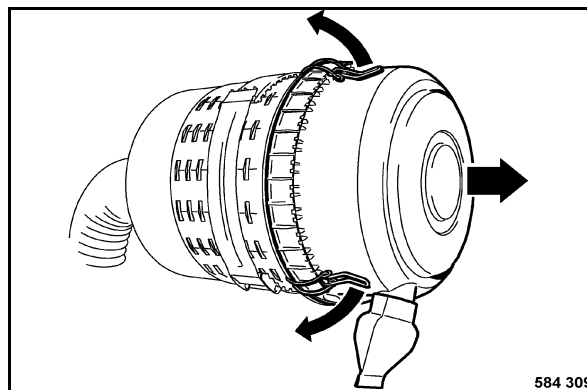

Fig. 187
- Décliper les fermetures rapides (Fig. 187) et retirer le couvercle.